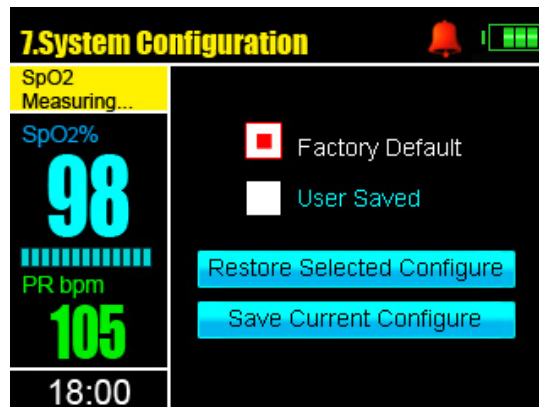

Fig. 28
Nella schermata del menu 2, selezionare ed entrare nell'impostazione *Configurazione sistema*. Sono presenti due opzioni, elencate come nella Fig. 28 sotto. Premere il tasto  o  per scegliere e poi premere  per confermare.
- Legenda Fig. 28